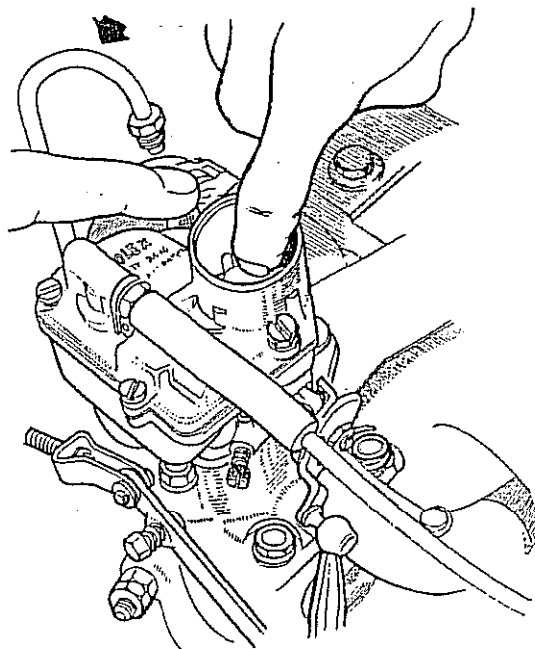

Fig. 21
- 3) Desconectar el tubo de toma de aire fresco en el carburador y con un dedo, tapan el agujero de conexión (ver flecha Fig. 21). Este procedimiento sólo debe realizarse en el carburador SOLEX 28 IDT.
- 4) Obturar con un dedo la entrada de aire del cebador automático (Figs. 21 y 22). En estas condiciones el régimen del motor no debe cambiar, si cambia, controlar el correcto armado del cebador o si existen entradas de aire exterior.